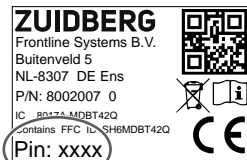

Ilustración 5
El ajuste de la velocidad de engranaje no requiere conexión a Internet ni una cuenta. Para conectarse al mando a través de Bluetooth puede utilizar un teléfono inteligente o una tableta y el código PIN del mando (consulte la ilustración 5). Conecte el encendido del tractor. Una vez conectado, siga los pasos que se indican a continuación:
- Paso 6: introduzca el código PIN (consulte la ilustración 5).